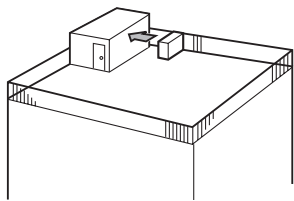

Fig. 2-3
- ① Richten Sie die Luftaustrittsöffnung mit einem Abstand von etwa 50 cm auf die nächstgelegene Wand aus. (Fig. 2-3)